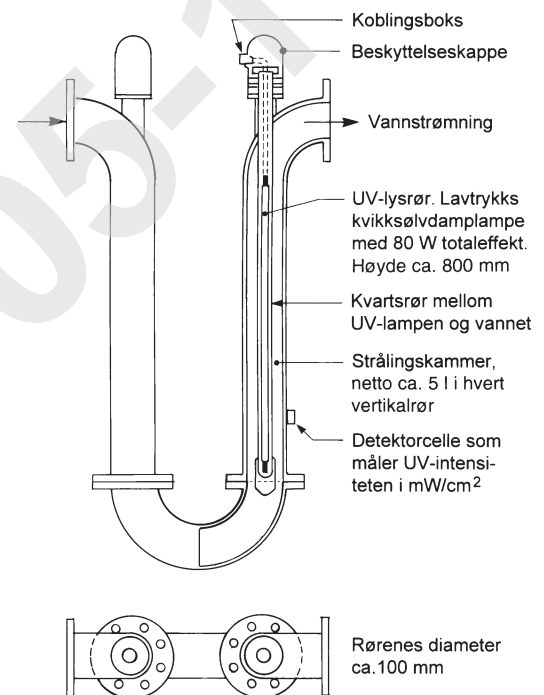

Fig. 651
- 651 *UV-anlegg* bør kun brukes der vannet er klart og uten særlig farge. Desinfiseringen består i praksis i at vannet blir bestrålt av en lampe med ultrafiolett lys, se fig. 651. Det er viktig å kontrollere at anlegget er i drift, f.eks. ved å bruke varselampe e.l. En UV-lampe har vanligvis en levetid som tilsvarer et års kontinuerlig drift. Man bør bytte lampe etter anbefalt levetid, da effekten av bestålingen vil avta over tid. Om annet vedlikehold, se pkt. 7.